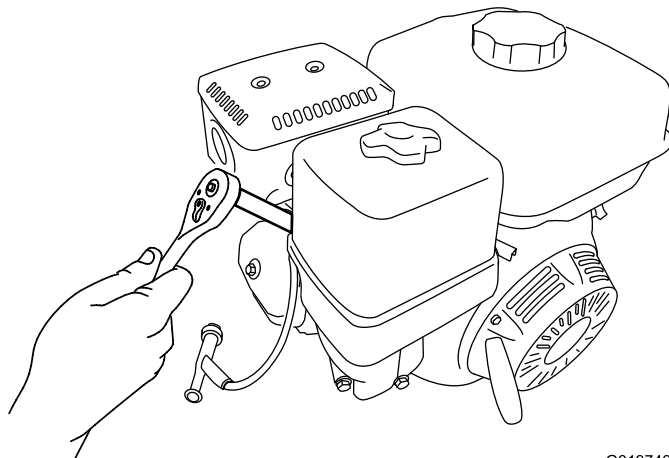

Figure 43
5. Avec une clé de 21 mm (13/16 po), tournez la bougie dans le sens antihoraire pour la déposer ainsi que la rondelle d'étanchéité (Figure 43).
2. Avec une clé de 21 mm (13/16 po), tournez la bougie dans le sens horaire jusqu'à ce qu'elle soit en place avec sa rondelle d'étanchéité (Figure 43).